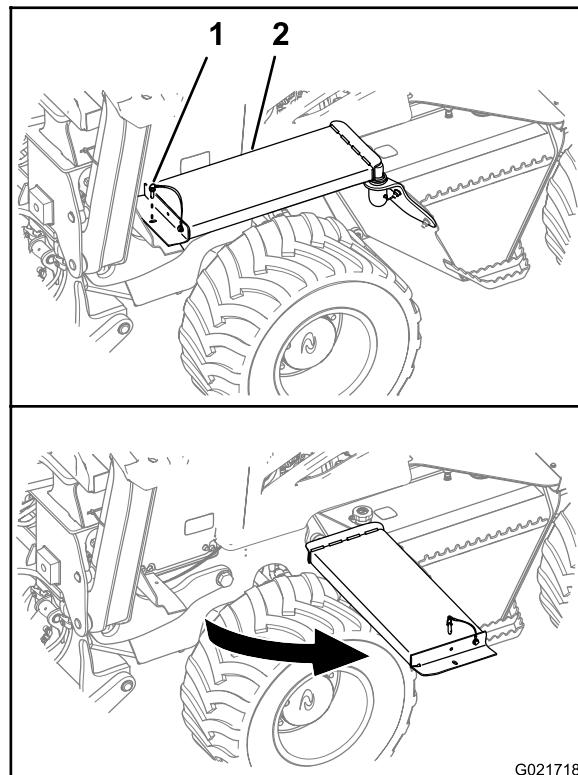

Рисунок 35
- С левой стороны машины снимите стопорный штифт с переднего конца пешеходных мостков (Рисунок 35).
- Отведите пешеходные мостки в сторону от машины, как показано на Рисунок 35.
- Поверните передний конец пешеходных мостков в его исходное положение (Рисунок 35).
- Совместите отверстие в пешеходных мостках с отверстием в опорном кронштейне мостков (Рисунок 35).